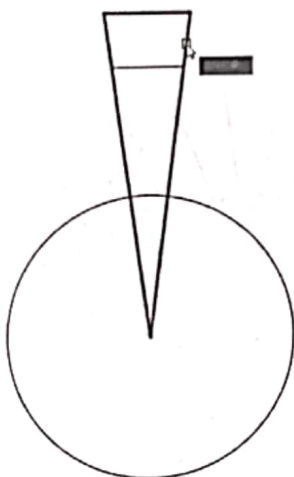

图 6-48 选择主体
▶Step08 执行“差集”命令，根据提示选择一个三角形面域作为主体对象，如图 6-48 所示。